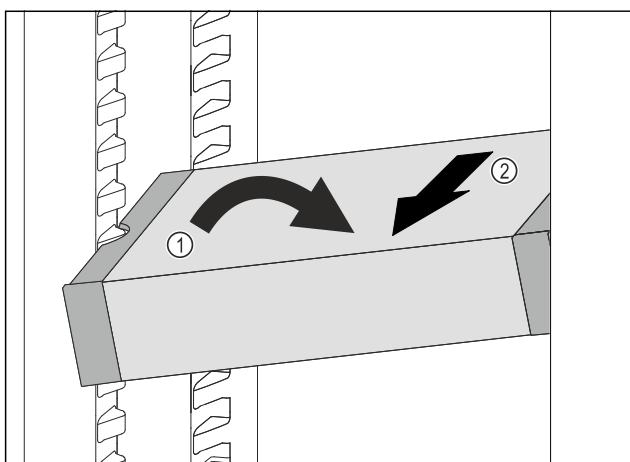

Fig. 106
- ▶ Predal VarioSafe postavite v hladilniku postrani. Fig. 106 (1)
- ▶ Predal VarioSafe izvlecite v smeri naprej. Fig. 106 (2)